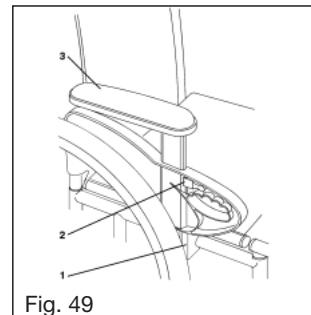

Fig. 49
Die Armlehne rastet in das Aufnahmerohr ein (1). Um die Armlehne abzunehmen, ziehen Sie sie einfach hoch (Fig. 49), nachdem Sie den Verschluss geöffnet haben.